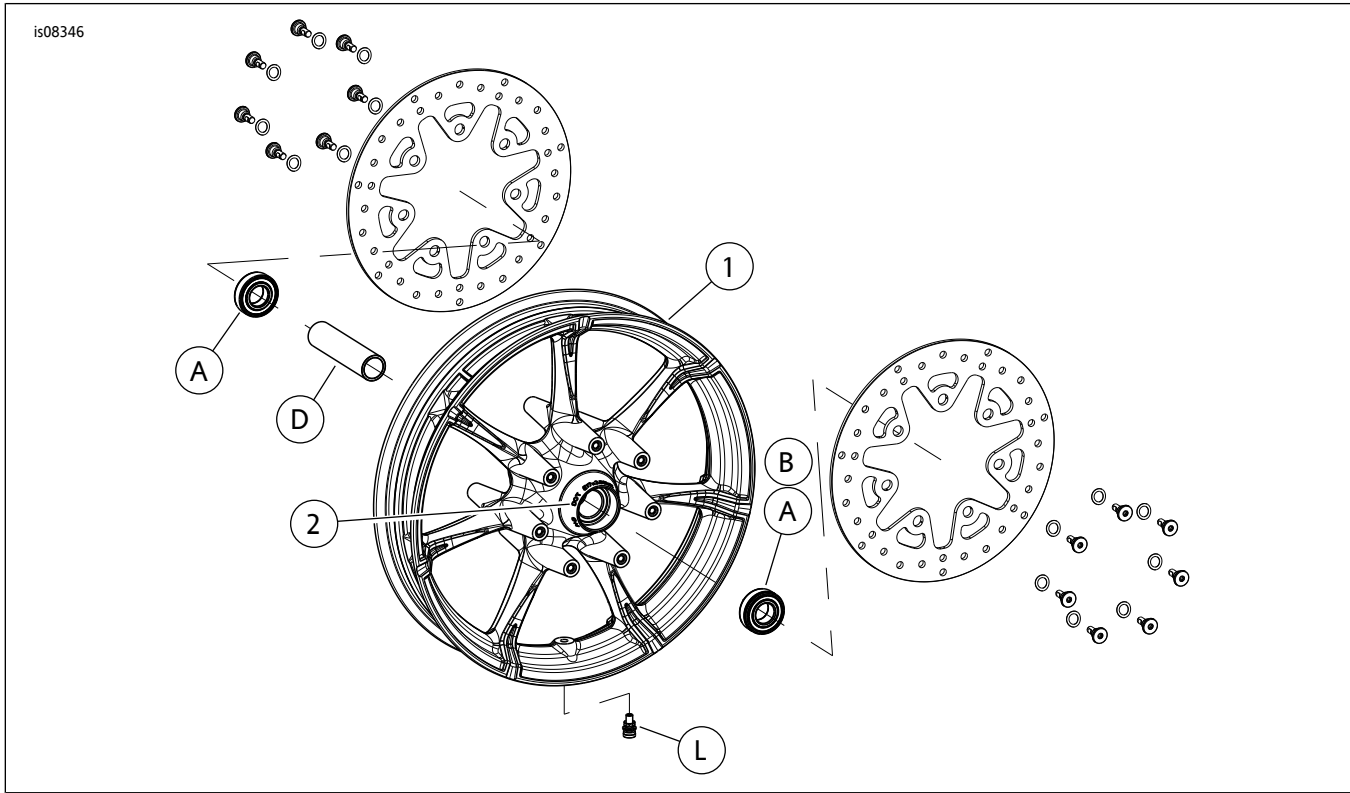

图1。维修零件：Slicer前轮
参见图1和维修零件表。
2. 参见图1。在车轮上安装阀杆组件(L)。参见维修手册。